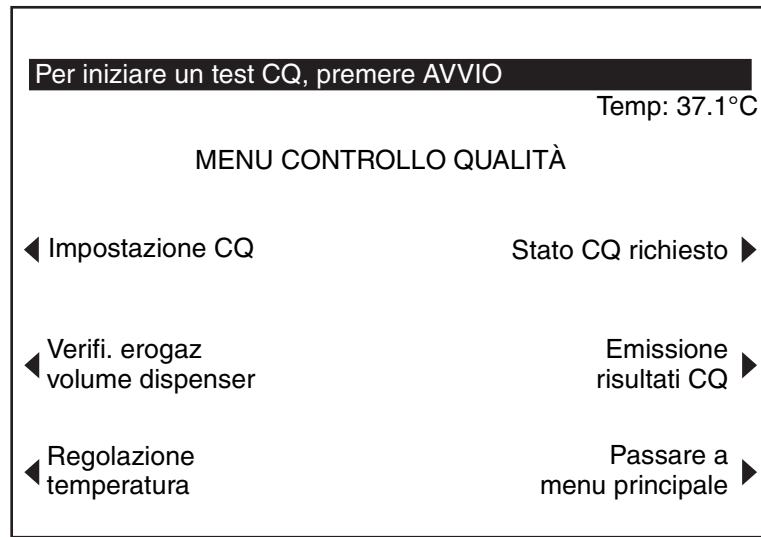

Figura 7-1. Schermata Menu controllo qualità
La schermata MENU CONTROLLO QUALITÀ (CQ) (fare riferimento alla Figura 7-1), alla quale si accede dalla schermata MENU PRINCIPALE, fornisce l'accesso a tutte le funzioni di controllo qualità dello strumento HMS Plus.